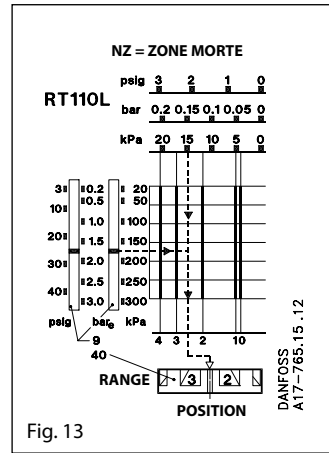

Fig. 13
Intervalle de la grandeur régulée où l'organe de régulation est au repos (voir fig. 13).
Régler la plage à l'aide du bouton (5) fig. 8 tout en observant l'échelle principale (9). La pression de réglage est celle d'ouverture du contact 1-4 (voir fig. 13).
Chercher la zone neutre (diagramme) désirée pour l'appareil dont il s'agit. Ensuite, lire sur l'échelle inférieure la position correcte de la molette de zone neutre (40). La fonction ressort de la fig. 13.